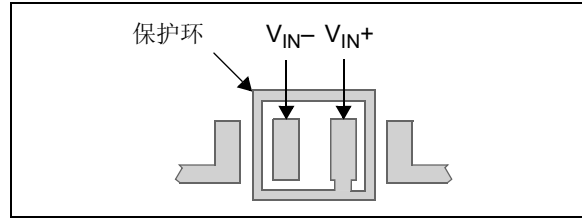

图 4-5: 保护环布局示意
为减小电路板表面泄漏电流，最简单的方法是在敏感引脚（或走线）外围设置保护环。保护环的偏置电压与敏感引脚的偏置电压相同。图 4-5 所示为这种布局的一个示例。
1. 对于反相放大器（图 4-5）和跨阻抗增益放大器将电流转换为电压的放大器，如光电检测器）：